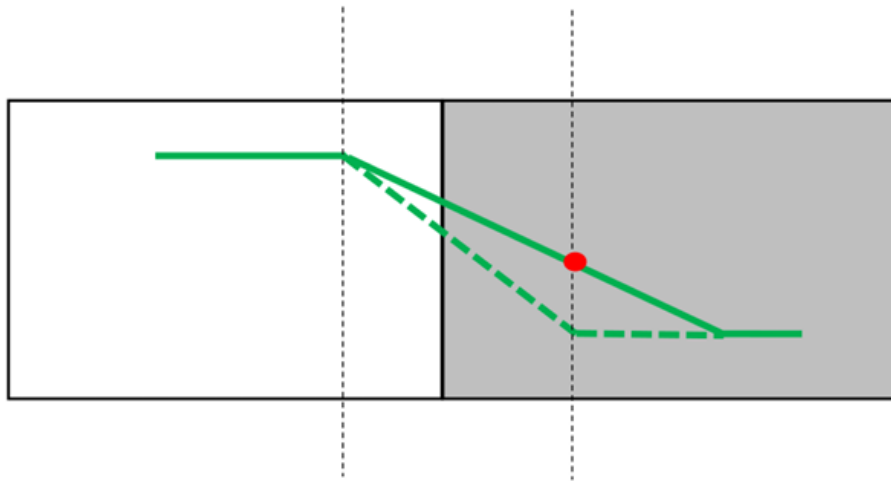

Figura 10: Problema 4
5. Para el mismo material del problema 3 ahora se ve que en la curva verde existe un cambio como se nota en la Figura 10: